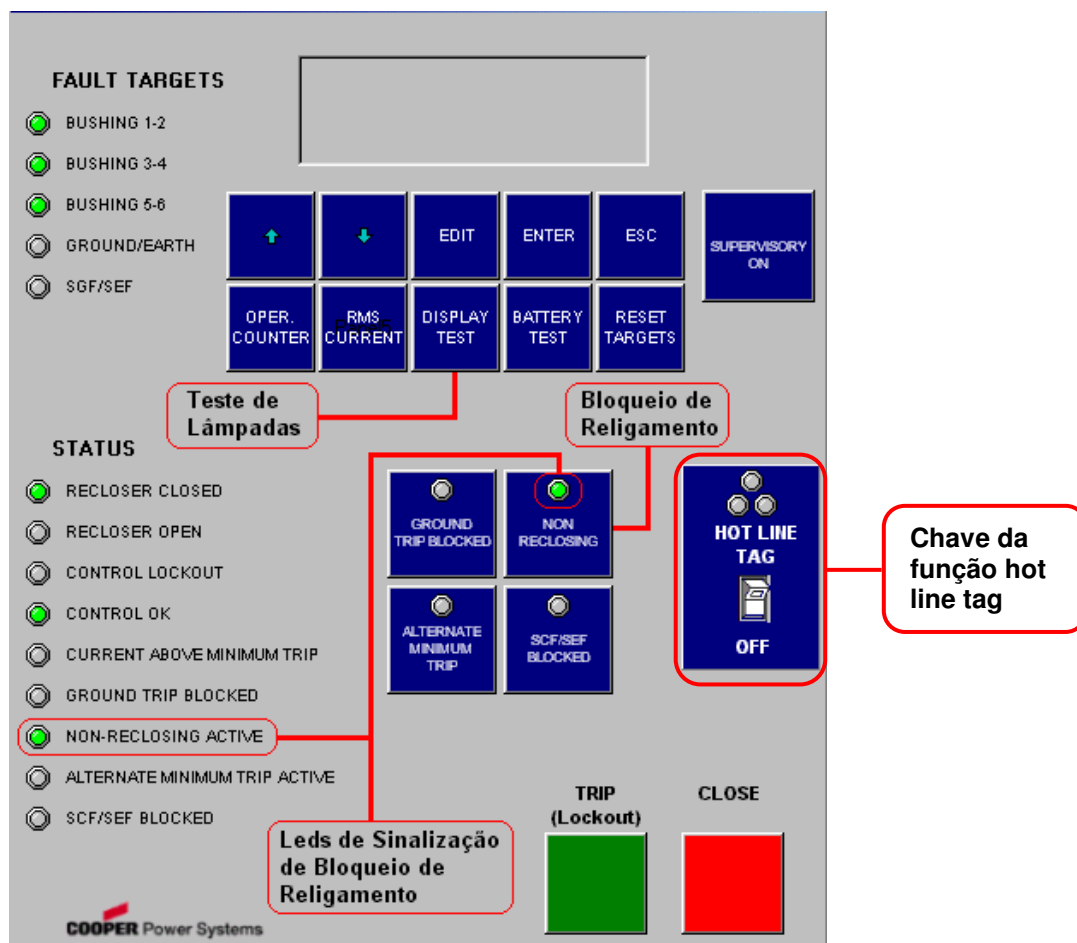

Figura 5 – Religador com controle FXB.
4.5.1. Bloqueio de Religamento (Vide Figura 5)
4.5.2. Desbloqueio de Religamento (Vide Figura 5)
FXB – vide Figura 5;